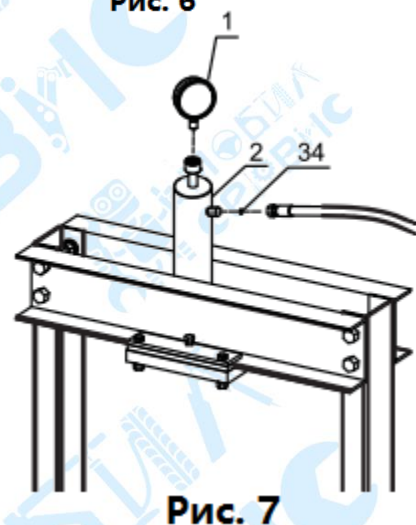

Рис. 7
8. Прикрепите манометр (1) и шланг к гидроцилиндру, используя уплотнительное кольцо (34). Смотри Рис. 7.